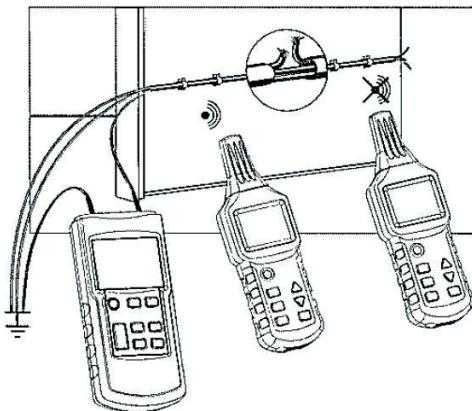

Рисунок 2-2
В данном примере воспользуйтесь куском экранированного кабеля с площадью поперечного сечения 1,5 мм2. Временно закрепите 5 м этого кабеля на стене на уровне глаз с помощью пластмассовых скоб на гвоздях. Убедитесь, что к стене имеется доступ с обеих сторон. Создайте искусственный разрыв на расстоянии 1,5 м от конца кабеля. Концы линии должны быть открыты. Зачистите разорванный провод на конце экранированного кабеля и подсоедините его с помощью измерительных проводов к гнезду (10) передатчика. Подключите гнездо (11) передатчика к подходящему заземлению. Все прочие провода кабеля также должны быть подсоединенены к передатчику и через то же заземление (см. Рисунок 2-2).